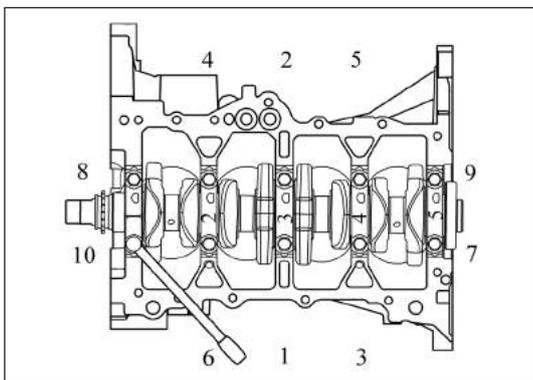

Рис. 13-3-19. Очередность затягивания болтов крышек коренных подшипников
- в) При установке крышек коренных подшипников нужно не перепутать их, необходимо обращать внимание на номер крышки и на метку «Forward» («Перед»), см. Рис. 13-3-19.
- г) При установке болтов крышек коренных подшипников (M10×70,5), их следует затягивать за два прохода в очередности, указанной на Рис. 13-3-19; при затягивании болтов категорически запрещается проворачивать коленчатый вал.